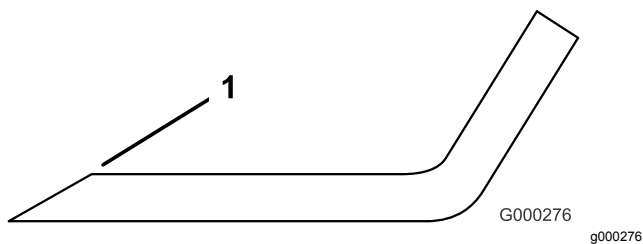

Figura 26
3. Inspecione as extremidades de corte de todas as lâminas e afie-as se apresentarem sinais de desgaste ou ranhuras (Figura 26).
Nota: Afie apenas a zona superior da parte cortante e mantenha o ângulo de corte original para garantir um desempenho eficaz da lâmina (Figura 26). A lâmina manterá o equilíbrio se for retirada a mesma quantidade de metal de ambas as extremidades de corte.